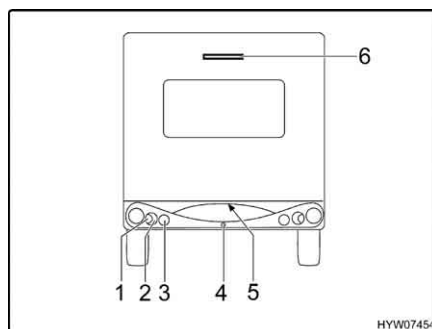
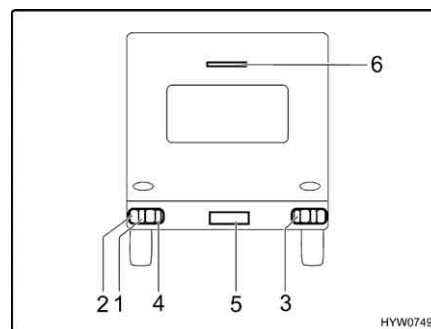

Fig. 144 Luci posteriori (Nova)
Fig. 145 Luci posteriori (Living)
- Svitare le viti degli involucri (Fig. 144,1 a 3 e 5 o Fig. 145,1 a 5).
La terza luce freno (Fig. 144,6 o Fig. 145,6) va sostituita assieme al suo involucro.
- Per sostituire la luce posteriore antinebbia (Fig. 144,4) rivolgersi ad un concessionario **HYMER** oppure ad un punto di assistenza **HYMER**.